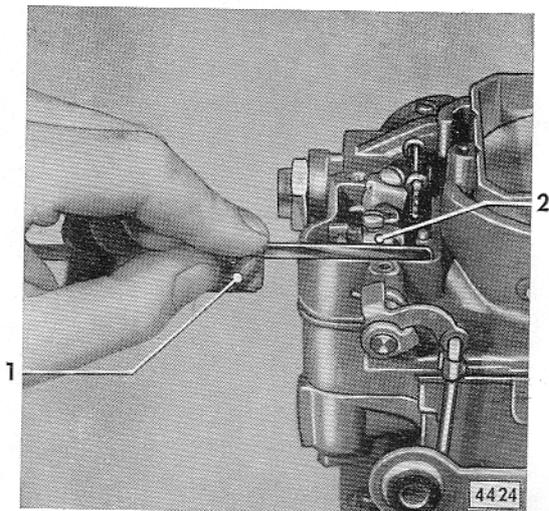

Bild D 49 - Parallelität zwischen Pumpenbetätigungshebel und Lehre von S-5051 prüfen
- a) Die mit $\frac{3}{16}$ -2 markierte Lehre von S-5051 auf Steg für Staubdeckel, wie in Bild D 49 gezeigt, ansetzen.